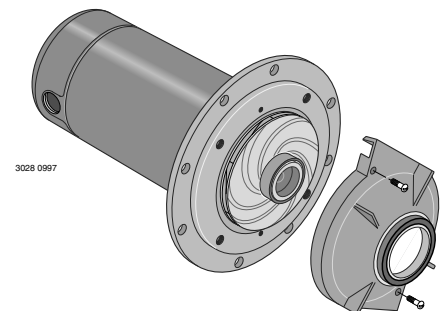

Figura 18 - Quite el difusor
Paso 1. Quite los tornillos que afianzan el difusor a la placa selladora; quite el difusor (ver figura 18). Ahora se puede limpiar el impulsor que se encuentra a la vista.